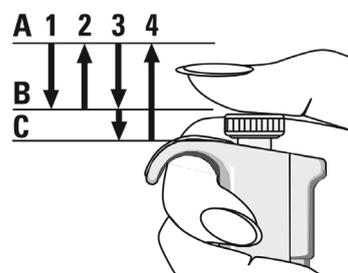

図1. ピペットプランジャーの開始ポジションとストップポジション
ピペットのプランジャーは、最上部の構成部品です。ピペットのシリンダー内の空気の量を調節し、チップに液体を吸い込んで分注できるようにします。プランジャー力とは、シリンダー内の空気を移動させるのに必要な力の量であり、ピペットチップ内の液体または空気を移動させます。Chatillonフォースゲージを用いて、Finn timer™ F1およびThermo Scientific™ Finn timer™ F2 容量可変ピペットとThermo Scientific™ Finn timer™ Novus電動シングルチャンネルピペットの下部モジュールにおけるプランジャー力を、再設計および改良以前のFinntip 10 mLピペットチップから脱イオン (DI) 水を排出することで測定しました。フォワード法を用いてピペッティングを行いました。使用者は、ピペットのプランジャーを押し下げる際に、2つのストップポジションを確認できますが、1つは設定容量で、もう1つはエアギャップを吐き出します。本試験 (図1) では、開始ポジションAと最初のストップポジションBまでのプランジャー力が測定されました。ただし、Chatillonフォースゲージにより、ポジションAからポジションCでの第2ストップポジションまでの全範囲にわたってプランジャー力が測定されました。
プランジャーカは、再設計および改良以前のFinntip 10 mLピペットチップで測定し、比較しました。分注は4段階で行いました(図1)。該当するポジションは、分注開始時のポジションA、設定容量に到達する最初のストップポジションB、エアギャップブローアウト後のストップポジションCの3つでした。プランジャーカはポジションAとBの間で測定しました。